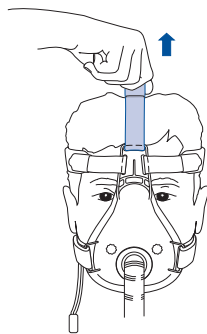

Figure : 5
- 5 Ajustez la bande Velcro supérieure (Fig. 5) en la serrant très légèrement pour stabiliser la position du masque. Le masque doit être bien en place et serré sans excès.